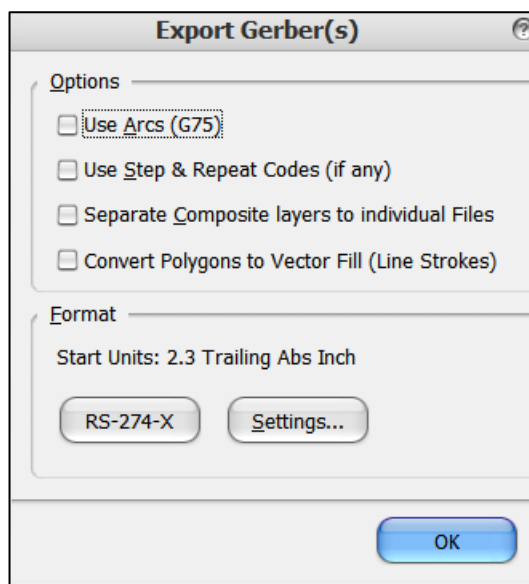

图12-14 Gerber导出
6.此时，用户可以进行检查，如果没有问题就可以导出Gerber文件了，先单击File下面的Export选项，选择Gerber，然后在弹出的对话框里面钩上格式为RS-274-X，单击OK按钮就导出Gerber文件了，（如图12-14所示）。